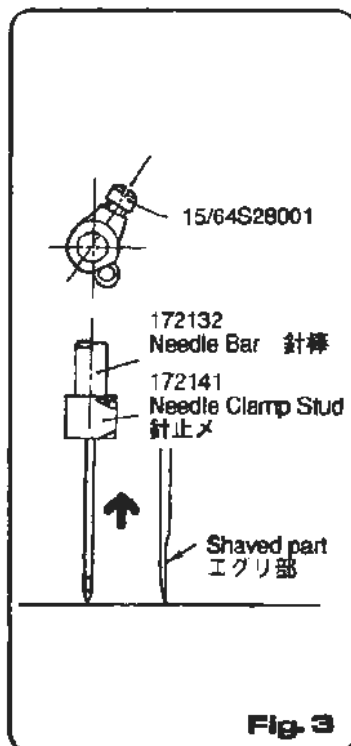

Fig. 3
- (1) Insert a new needle in needle bar (172132) as far as it will go (Figure 3). Secure the needle in position with screw (15/64S28001) on needle stopper (172141). Look out for the direction of needle. The shaved part of the needle must face toward the pulley of the machine.
- (1) 針はFig.3で示す通り針棒(172132)に押込み、針がつかえるまで差込んで下さい。そして針止メ(172141)のネジ(15/64S28001)で締付けて下さい。このとき針の向きに注意して下さい。針の向きは針のエグリ部がプーリー側に向くようにして取付けて下さい。